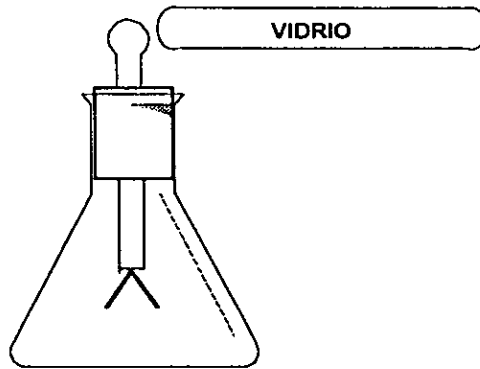

FIG. 1
- a) Frote un paño de lana y una barra de vidrio, toque con la barra de vidrio el electroscope de Laminas, fig. 1.